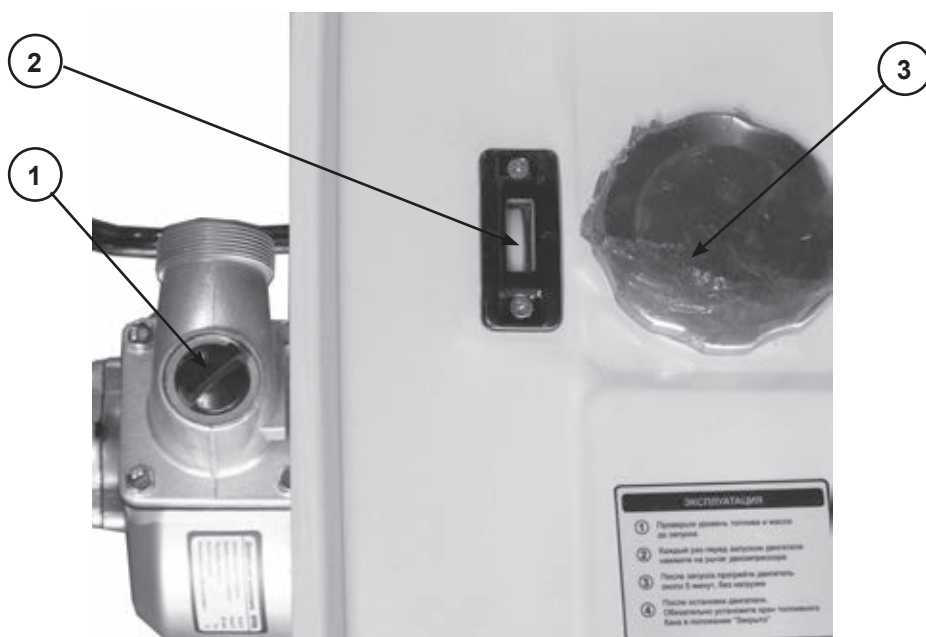

Рис.3
После этого отвернуть верхнюю пробку (1) рис.3 и залить через воронку чистую воду до полного заполнения внутренних полостей насоса, напорный рукав у патрубка при этом должен быть выше на 70—100 мм от корпуса насоса. Признаком полного заполнения является отсутствие выхода воздушных пузырьков из корпуса. Плотнo от руки заверните пробку (1).